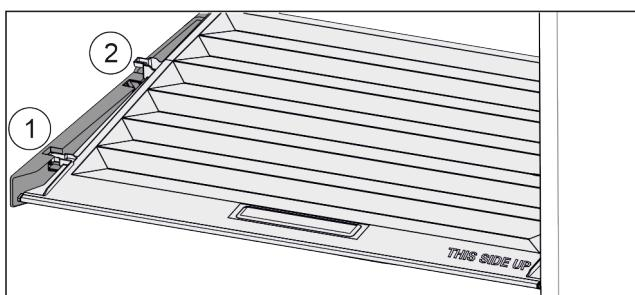

Fig. 91
- Veko potiahnite dopredu až k otvoru v prídržných dieloch Fig. 91 (1).
- Vzadu ho nadvihnite zospodu a zložte smerom nahor Fig. 91 (2).